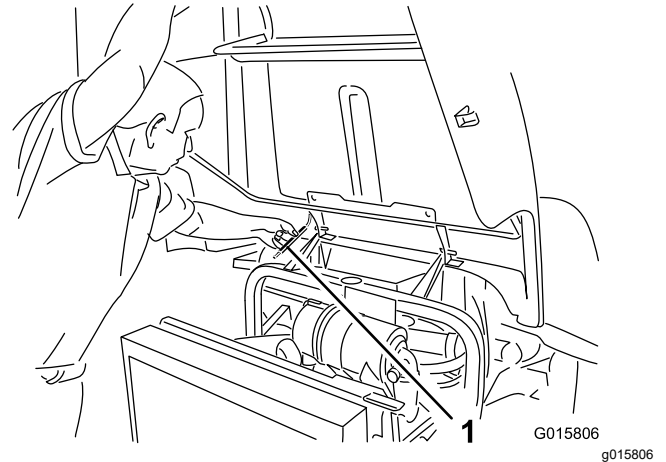

Bild 28
2. Heben Sie die Motorhaube an, bis Sie die Stützstange hinter das Rahmenrohr setzen können (Bild 28).